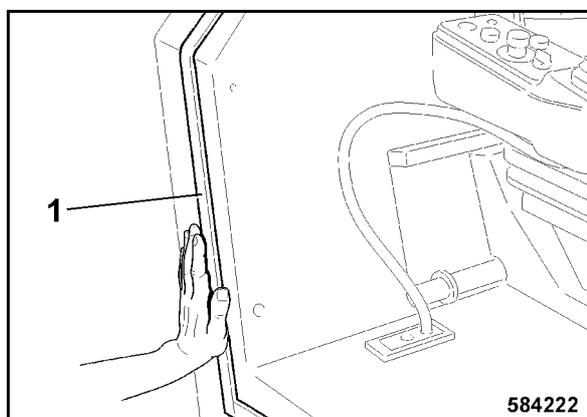

Рис. 206
- По краю водительского места наклеить идущую в комплекте уплотняющую ленту 1 (Рис. 206).